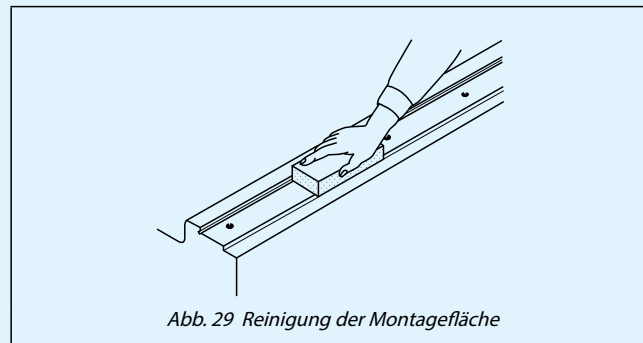

Abb. 29 Reinigung der Montagefläche
- Mithilfe eines Abziehsteins o. ä. müssen Grate und Schmutz von den Montagepassflächen und Montageflächen der Maschine oder Anlage, auf der die Kugelumlaufführung montiert werden soll, entfernt und die Oberflächen dann mit einem sauberen Tuch nachgewischt werden (siehe Abb. 29).